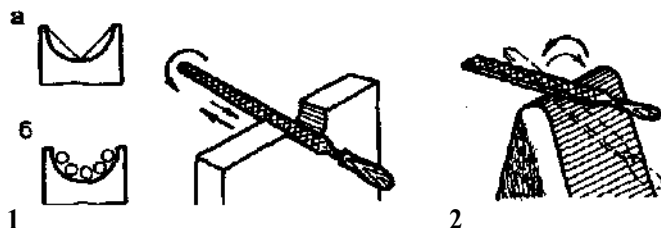

Рис. 107. Опиливание вогнутых (1) и выпуклых (2) поверхностей
**Опиливание вогнутых поверхностей.** Сначала на заготовке размечают необходимый контур детали. Большую часть металла в данном случае можно удалить вырезанием ножовкой, придав впадине в заготовке форму треугольника (рис. 107, а) или высверливанием (рис. 107, б). Затем напильником опиляют грани и спиливают выступы полукруглым или круглым драчевым напильником до нанесенной риски. Профиль сечения полукруглого или круглого напильника выбирают таким образом, чтобы его радиус был меньше, чем радиус опиляемой поверхности. Не доходя примерно 0,3—0,5 мм от риски, драчевый напильник заменяют личным. Правильность формы распиливания проверяют по шаблону «на просвет», а перпендикулярность опиленной поверхности торцу заготовки — угольником.
**Опиливание выпуклых поверхностей.** Опиливание выпуклых поверхностей показано на рис. 107, 2. После раз-